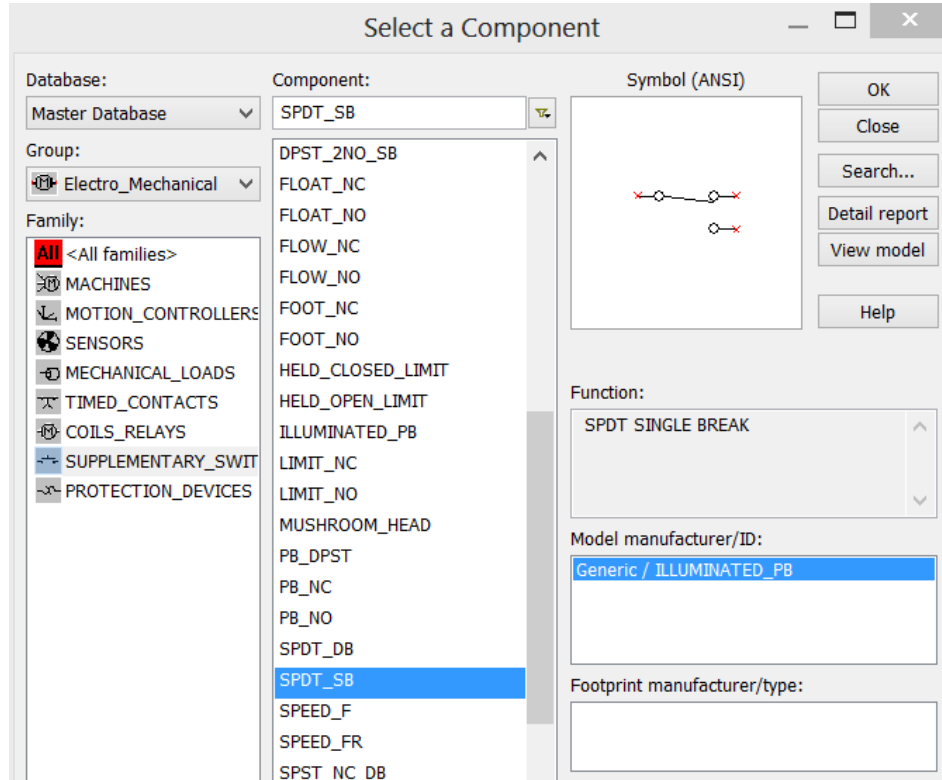

Рис. 6 – Диалоговое окно Component Browser
5. Разместите на схеме два переключателя на два положения. Для этого необходимо: Нажать кнопку **Electromechanical**. Откроется панель с соответствующими компонентами. Выбрать кнопку **SUPPLEMENTARY\_CONTACTS**. Откроется диалоговое окно **Component Browser** (рис. 6).
В окне просмотра (рис. 6) **Component Name List** выбрать компонент **SPDT\_SB** и поместить два образца этого компонента на схему.